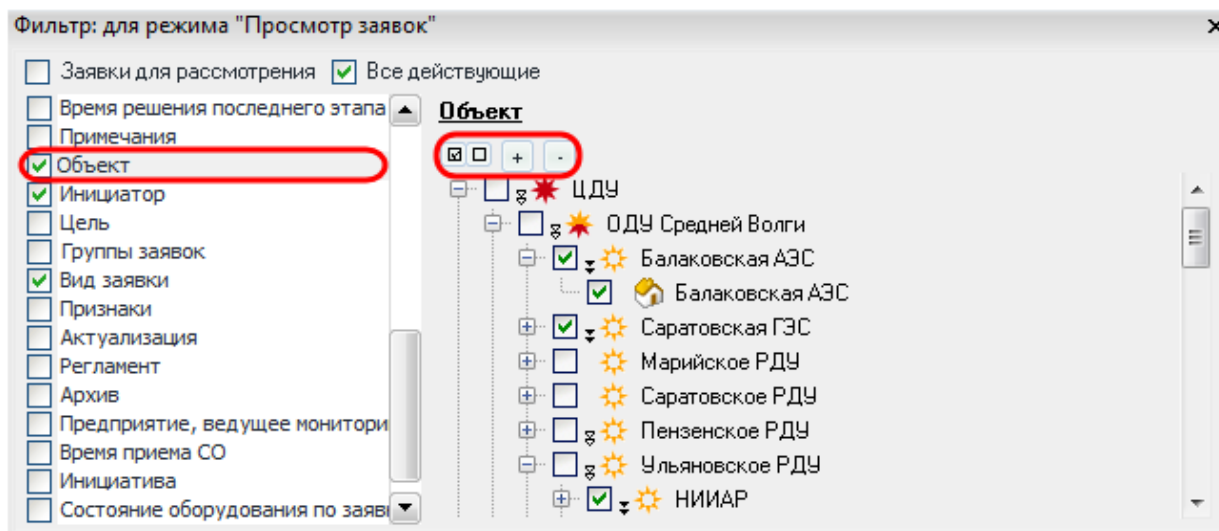

Рисунок 9.42 – Фильтрация по объектам
- *Фильтр «Объект»* – по объектам, на оборудование которых подана заявка (Рисунок 9.42). Для предприятия-абонента в фильтре «Объект» отображается настраиваемое дерево предприятий данного предприятия-абонента.